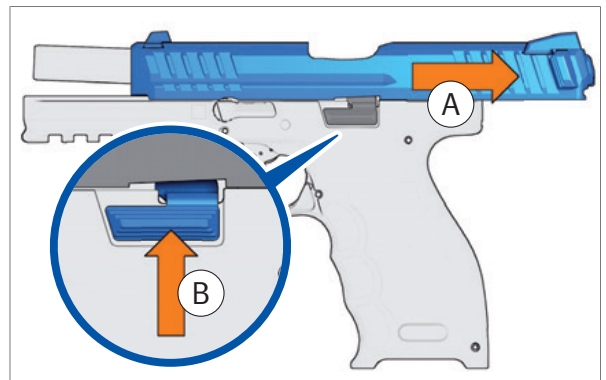

Abb. 16: Verschluss arretieren
1. Verschluss vollständig nach hinten ziehen und halten (Abb. 16).
2. Verschlussfanghebel nach oben drücken und Verschluss arretieren (Abb. 16).